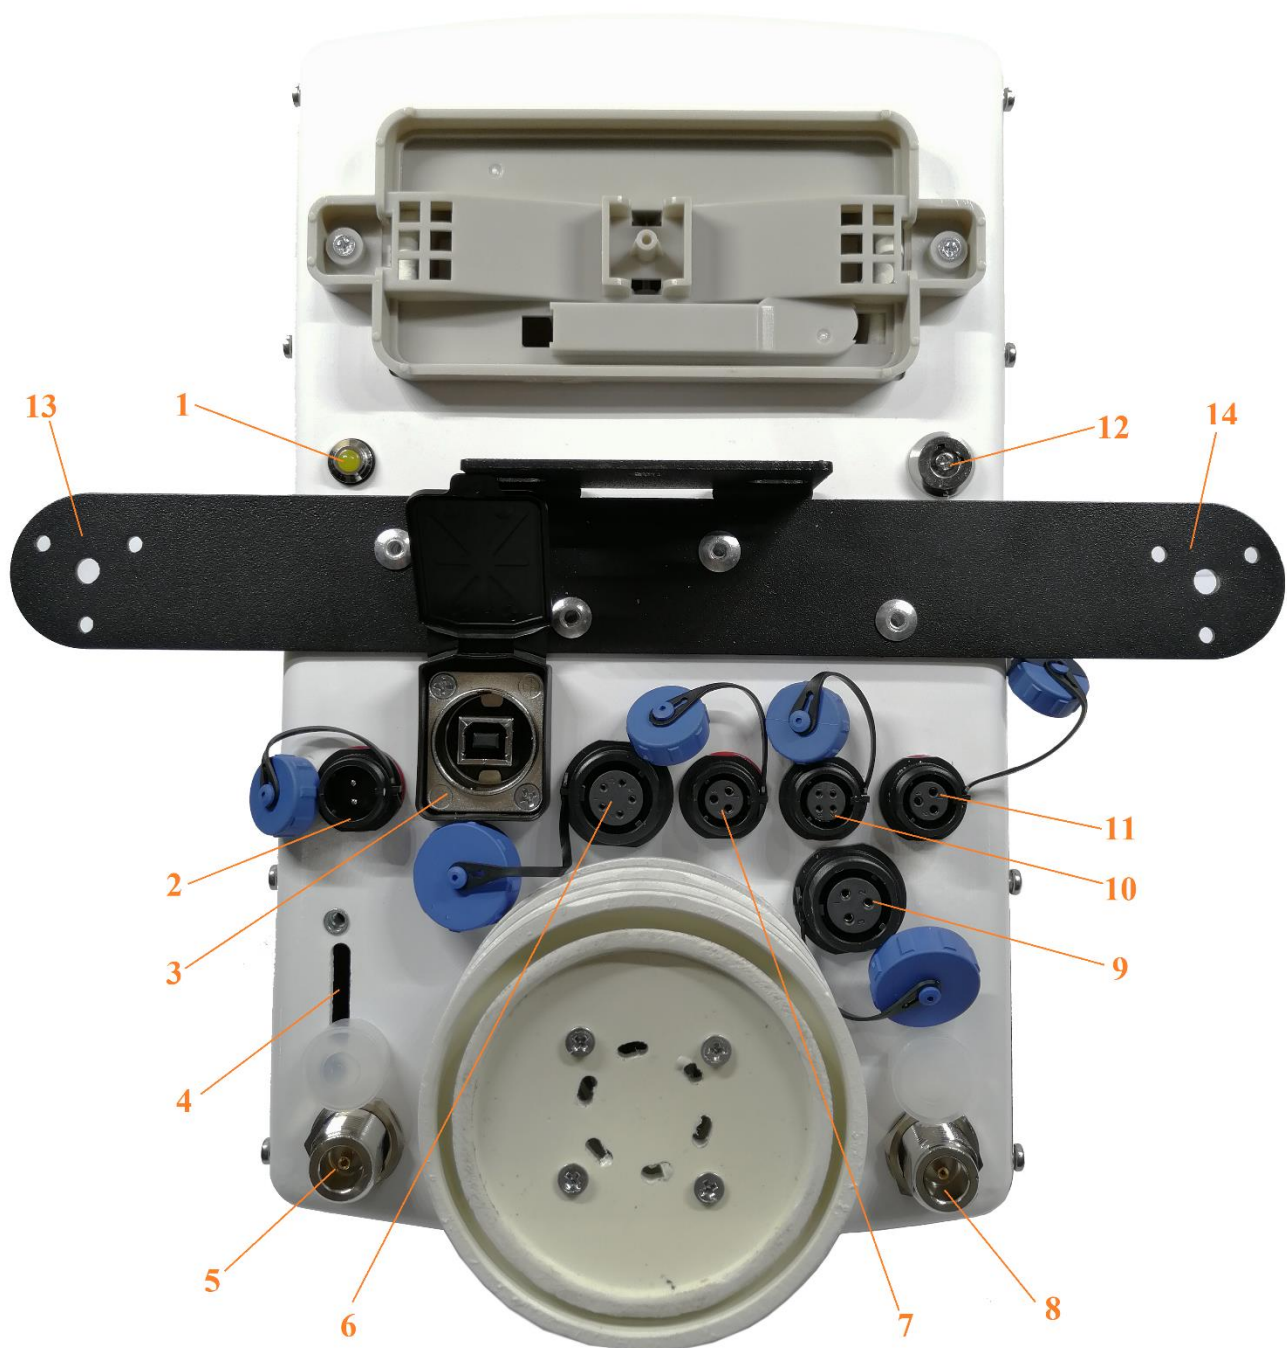

Рисунок 5 - Расположение разъемов на нижней панели станции «СОКОЛ-М1»:
6.7.1 Установить SIM-карту в разъем (рис.4; на рис.5 поз.4), карта устанавливается контактами «внутри» корпуса станции до щелчка;
6.7.2 Включить питание метеостанции «СОКОЛ-М1» с помощью ключа (разъем 12 на рис. 5). Включение/выключение изделия осуществляется двойным поворотом ключа.
- установить измерители скорости и направления воздушного потока на корпус метеостанции и зафиксировать с помощью крепежных винтов (рис. 5). Установить крыльчатку анемометра на вал измерителя скорости воздушного потока, закрепить шайбой и винтом (рис.7);
- подключить интерфейсные кабели измерителей направления и скорости ветра к разъемам 7 и 11 согласно маркировке на корпусе изделия (рис.5). Опционально датчики ветра могут быть установлены на расстоянии до 15 метров от метеостанции. Возможное расположение датчиков ветра относительно метеостанции «СОКОЛ-М1» указано на рис.6;
- установить антенны поз.5 и поз.8 согласно маркировке на корпусе изделия (рис.5);
- установить SIM-карту в разъем 4 и включить метеостанцию поворотом ключа (разъем 12 рис.5) (см. п. 6.7). После включения светодиодный индикатор 1 начнет мигать с частотой 3 раза в секунду (метеостанция находится в режиме захвата времени) или 1 раз в секунду (в метеостанции установлено время);
- соединить метеостанцию с ПК с помощью USB-кабеля, идущего в комплекте (см. рис.5 поз.3);
Станция запустится, начнет мигать светодиод с частотой 3 раза в секунду. Ключ можно оставить в положении OFF (он отключает аккумулятор от станции). Если станция используется при низких температурах (от 0 и ниже), а также имеются проблемы с перебоями питания, то можно подключить аккумуляторы (ключ 12 на рис.5 в положении ON) как источник бесперебойного питания.
6.10.3 Далее подключить кабель MODBUS в разъем RS-485 (см. рис.5), отправить в станцию запрос на чтение («общение» со станцией идет в формате запрос-ответ). Прошивка устроена так, что обновления показаний будут происходить каждые 15 секунд по каналам измерения скорости и направления ветра и каждые 5 секунд по остальным каналам измерений.